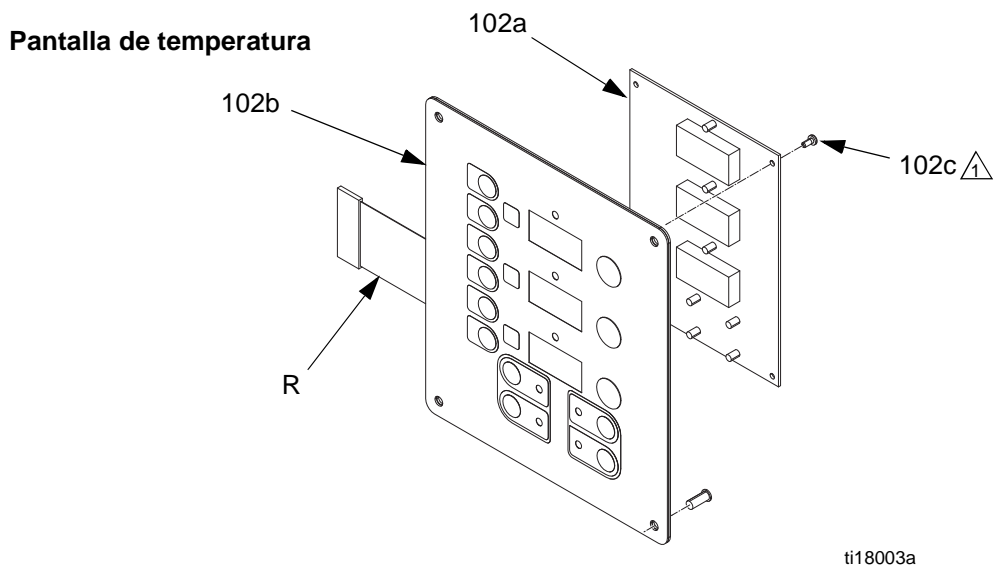

FIG. 15. Módulo de pantalla
5. Desconecte el cable de la pantalla principal (106) en la esquina inferior izquierda del módulo de pantalla; vea la FIG. 15.
6. Retire los tornillos (116) y la cubierta (105); vea la FIG. 15.
7. Desconecte el conector de cable de la parte trasera de la pantalla de temperatura (102). Vea la FIG. 15.
8. Desconecte el (los) cable(s) planos (R) de la parte trasera de la pantalla; vea la FIG. 15.
9. Retire las tuercas (103) y la placa (101).
10. Desmonte la pantalla, consulte los detalles en la FIG. 15.
12. Vuelva a armar en orden inverso, vea la FIG. 15. Aplique sellador de roscas de resistencia media en los puntos indicados. Asegúrese de que el cable de conexión a tierra de la pantalla (G) esté bien sujeto entre el casquillo del cable y la cubierta (105) con los tornillos (107).